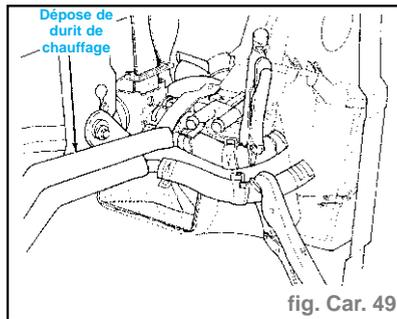

fig. Car. 49
- Séparer les conduites de chauffage au crochet du noyau du chauffage (fig. Car. 49).